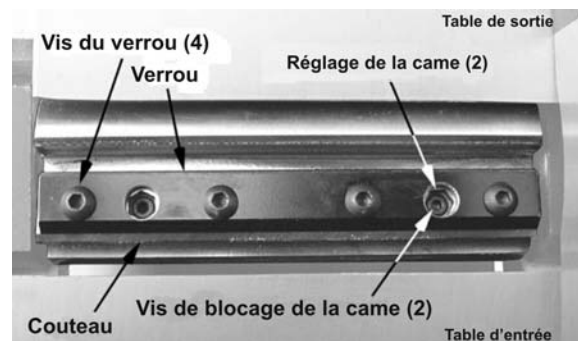

Figure 25
8. À l'aide d'une clé hexagonale, réglez la came (voir la Figure 25). Ce réglage est très délicat. Commencez par pivoter la came en sens horaire juste de quelques degrés.